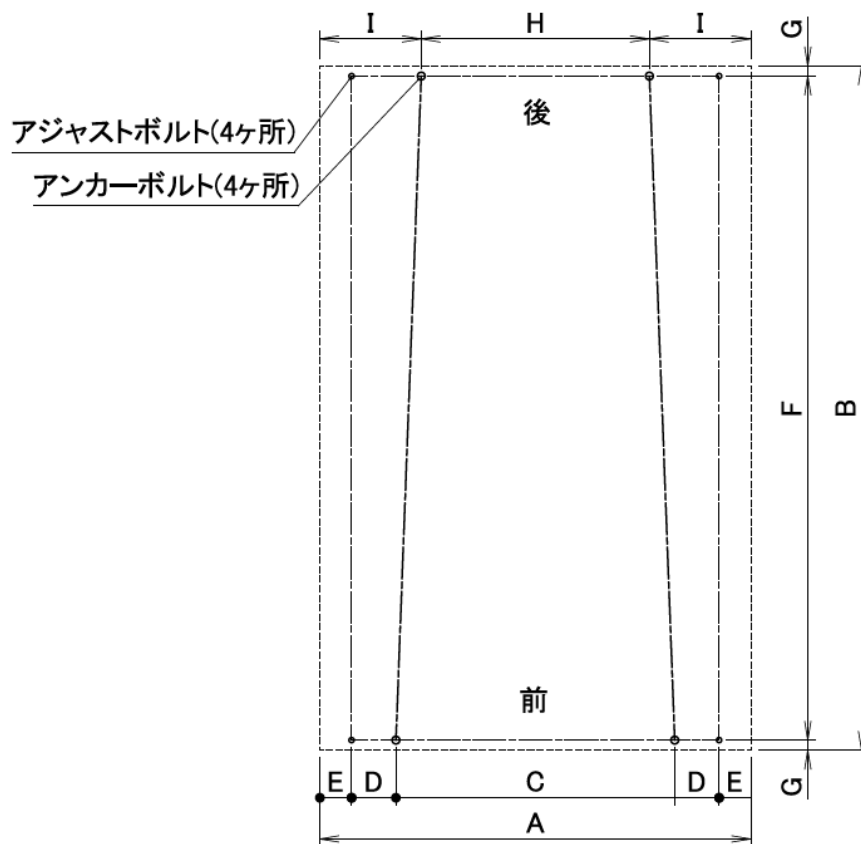

図 4-2
- 1) 機械の据付は、機械自重による床荷重 750kg/m^2 に充分耐えられる所で、かつ、水平な所であれば、特別な基礎工事の必要はなく、簡易基礎にて水平を出し、4本のアンカーボルトにて固定するだけで充分です。ただし、特に地盤の弱い所は、機械ベース図（図 4-2）を参照の上基礎工事をしてください。また、機械の据付は水平器を用いて、水平にしてください。